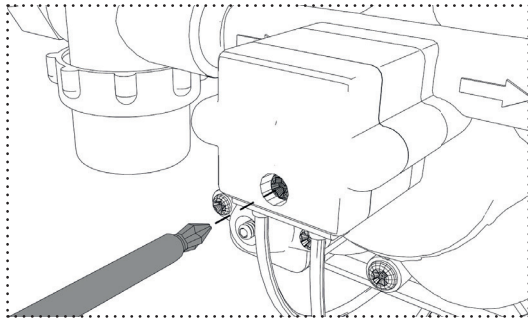

Abb. 12: Herausdrehen der Druckschalterschraube
**Hinweis:** Bevor Sie die Druckschalter Einstellung vornehmen können, müssen Sie zuerst die Kunststoffabdeckung entfernen (Abb. 12)!